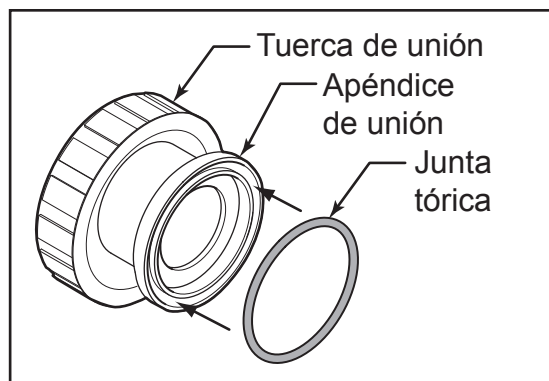

Figura 1. Colocación de la junta tórica
8. Coloque las juntas tóricas en la cara de los apéndices de la unión, donde la cara de la unión se conectará con los puertos del filtro. Consulte la Figura 1.